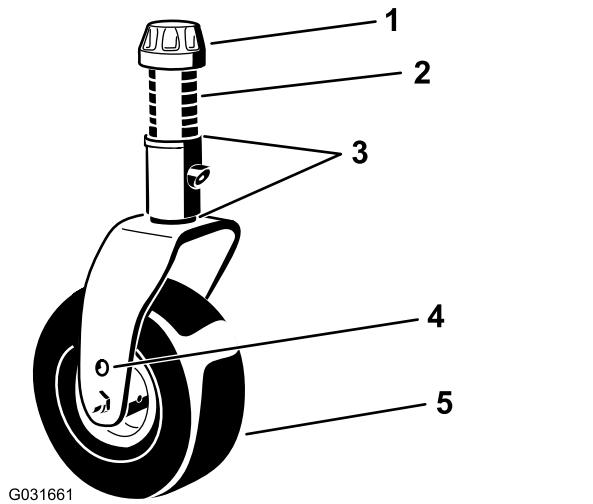

Bild 19
4. Lösen Sie die Spannkappe mit dem mitgelieferten Schraubenschlüssel für die Laufradkappe und nehmen sie von der Laufradspindelwelle ab. Schieben Sie die Laufradwelle aus dem Laufradarm heraus (Bild 19).
7. Legen Sie die Beilagscheiben (wie ursprünglich montiert) und die restlichen Distanzstücke auf die Welle (Bild 19).
8. Setzen Sie die Spannkappe ein und ziehen Sie mit dem mitgelieferten Schraubenschlüssel für die Laufradkappe an (Bild 19).